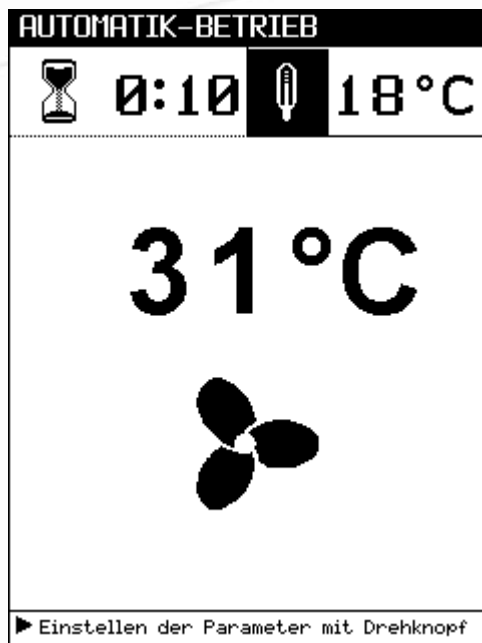

Bild 5.3: "Automatik-Betrieb"
Mit dem Drehknopf (16) gelangen Sie durch Drehen (Auswahl) und Drücken (Bestätigen) bei der Betriebsart "Automatisch" zu dem Bild 5.3 (Punkt 6.4.1) und bei der Betriebsart "Manuell" zu dem Bild 5.5 (Punkt 6.4.2).